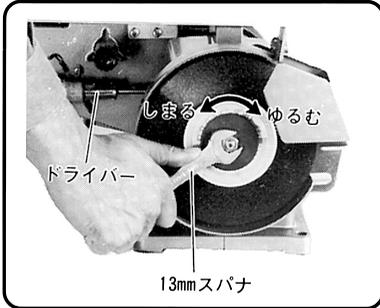

図 19
- (1) トイシの交換は保護おおい（ガードカバー）（図1参照）をはずし、ハウジング後部の穴からドライバーをさし込み、モーター軸が回転しないようにしてトイシ締付けナットを13mmスパナで回してください。（図19）
- (2) トイシ締付けナットを締めすぎますとトイシが割れることがありますから注意してください。